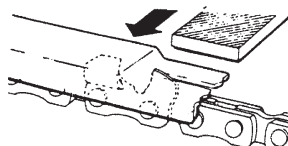

Fig. 47
- 3) Coloque la herramienta del calibre de profundidad en la cuchilla. En el caso de sobresalir el calibre de profundidad, lime su nivel con la parte superior de la herramienta. Lime siempre desde el interior de la cadena hacia el exterior de la cuchilla. (Fig. 47)